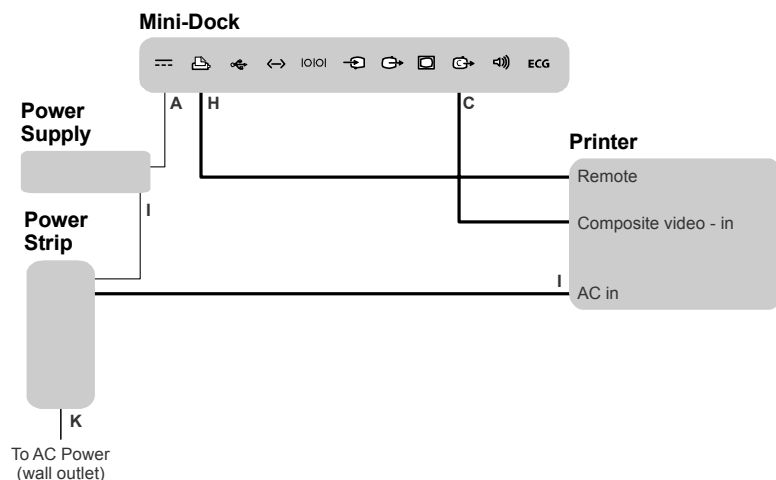

Figura 3 Conexões do sistema e uma impressora no MDSm
Conectar os cabos	<ol style="list-style-type: none"> 1 Trave as rodas e retire o painel posterior. Se estiver instalando uma impressora preto-e-branco ou colorida antiga, poderá ser necessário mover os parafusos revestidos para os furos da parte posterior. 2 Assegure-se de que o cabo de alimentação CC pré-direcionado (A) esteja conectado ao minipedestal e que o cabo de alimentação CA pré-instalado (I) esteja conectado ao filtro de linha. 3 Conecte os cabos. Consulte Figura 3 na página 9 e “Símbolos de cabos, conectores e minipedestal” na página 14. <ul style="list-style-type: none"> • Cabo pré-direcionado de controle de impressão (H) • Cabo de alimentação CA da impressora (I) • Cabo de vídeo composto pré-direcionado (C) 4 Conecte o cabo de alimentação do sistema (K) em uma tomada elétrica de padrão hospitalar. 5 Encaixe o painel posterior no local (saídas de ar na parte de cima).